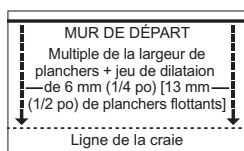

Figure 6
- Nettoyer les matériaux de revêtement selon les besoins (Figure 6) afin de créer une bonne surface adhérente. En cas de présence d'un produit d'entretien ou d'une cire sur le revêtement, l'éliminer à l'aide d'un tampon approprié et d'un décapant du commerce, puis rincer à fond. Bien laisser sécher. (REMARQUE : Ne pas poncer les produits de revêtement souples; ils peuvent contenir des fibres d'amiante qui peuvent être dangereuses.)
• À au moins deux endroits à 46 cm (18 po) du coin, mesurer une distance égale du mur de départ (Figure 6) et tracer une ligne droite à la craie. La mesure doit être un multiple de la largeur des planches, auquel on ajoute 9,5 mm (3/8 po) pour obtenir un jeu de dilatation de 6 mm (1/4 po) et la largeur de la languette. Prévoir un jeu de 13 mm (1/2 po) pour les planchers flottants. Passer à l'étape 3 : collage ou flottant.